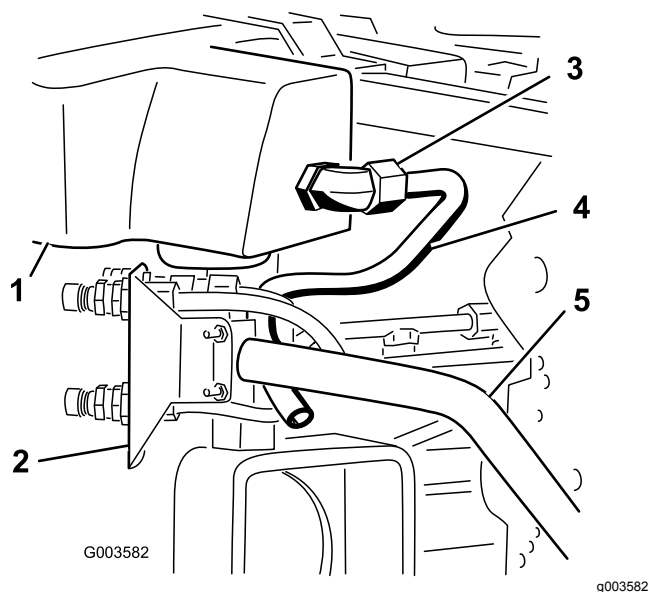
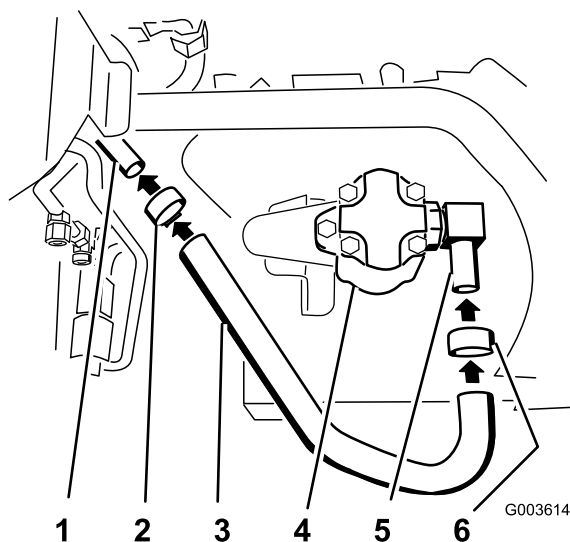
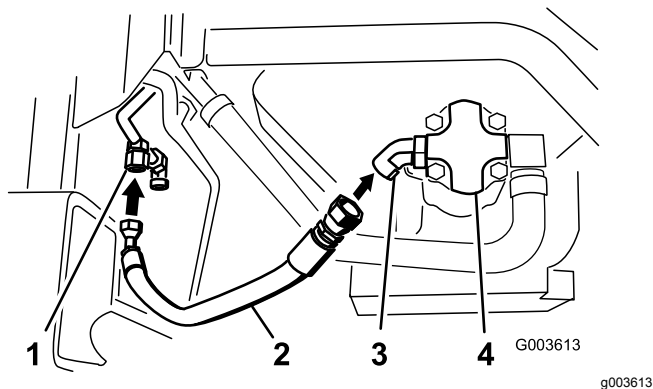
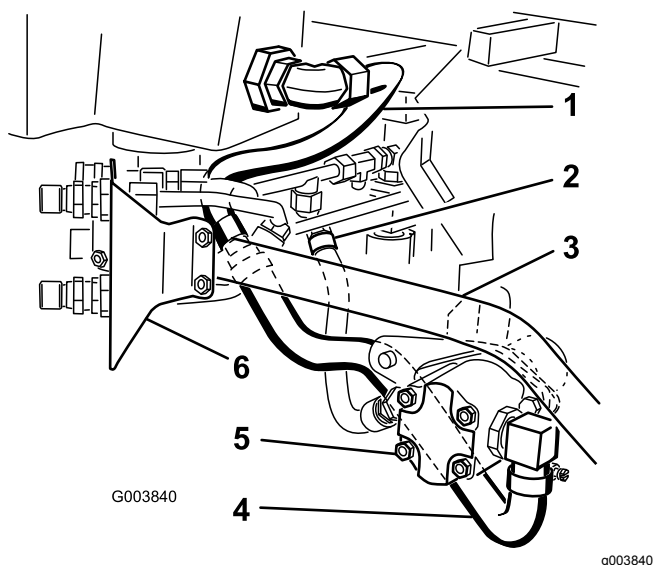

Figura 26
Figura 27
Figura 30
Figura 31
4. Posicione el tubo hidráulico N° 3 en la máquina según se muestra en Figura 26.
5. Conecte el tubo hidráulico N° 3 al codo grande de 90 grados conectado al filtro de malla y al depósito hidráulico (Figura 26 y Figura 31).
2. Conecte la manguera hidráulica grande al codo de 90 grados conectado al lateral de la bomba hidráulica (Figura 27 y Figura 31).
3. Apriete una abrazadera alrededor de la manguera y del codo (Figura 27).
4. Conecte la manguera hidráulica grande al tubo hidráulico N° 3 (Figura 27).
5. Apriete la abrazadera alrededor de la manguera y del tubo hidráulico N° 3 (Figura 27).
9. Instale la manguera hidráulica con los acoplamientos en el codo de 45 grados que está conectado a la bomba hidráulica (Figura 30 y Figura 31).
10. Consulte en Figura 31 la ubicación correcta de las mangueras y de los tubos hidráulicos que van a la bomba hidráulica.